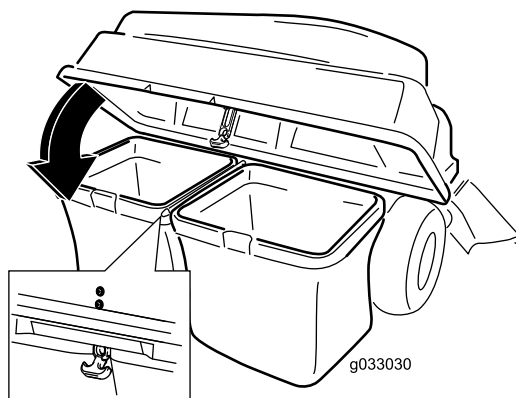

Figura 13
5. Abbassate il coperchio del sistema di raccolta sui cestri (Figura 13).